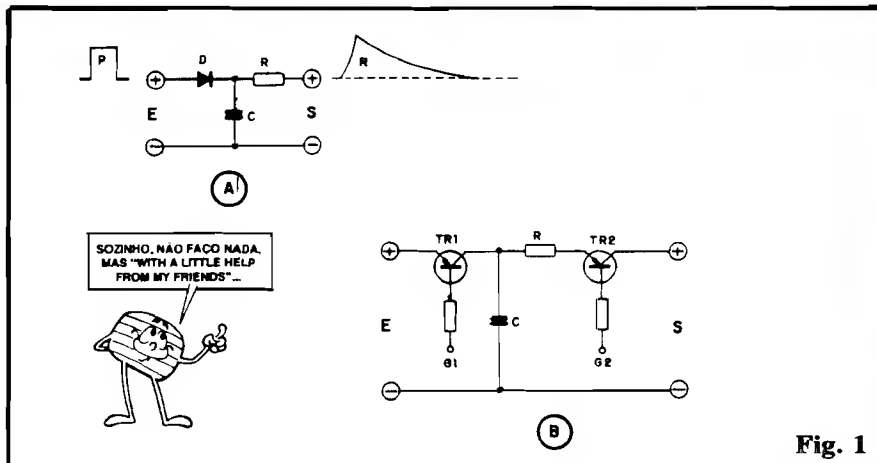

Fig. 1
ou passivos (diodos e cia.), anexados ao mais simples arranjo RC permitem uma série de "truques" práticos, extremamente utilizados nos mais diversos circuitos e aplicações. Veja, por exemplo, a fig. 1-A... Nela, o arranjo RC básico trabalha em conjunto com um simples DIODO (ver "Aula" do ABC nº 3...), este intercalado na linha de entrada (E), correspondente ao "caminho" de CARGA do capacitor C... Podemos, no caso, aplicar (através do DIODO), um pulso P com a suficiente TENSÃO, proveniente de fonte capaz de fornecer a necessária CORRENTE, de modo a promover a (praticamente) **imediata** CARGA do capacitor C. Uma vez estabelecida tal CARGA ("quase" instantânea, portanto...), o capacitor C **não pode** se descarregar via circuito de entrada E, em virtude do DIODO passar a "ver" uma polarização reversa... "Sobra" assim, ao capacitor C um único "caminho" para descarga: via resistor R, em direção ao circuito de aplicação ou Saída (S). Tudo se passa, então, como se o capacitor C estivesse ligado **unicamente** ao resistor R, e assim o tempo de descarga se desenvolverá pela rampa R, de duração **muito** maior do que a apreendida pelo brevíssimo pulso P de carga! Observe que o processo é totalmente automático, auto-gerido... Aplicamos um brevíssimo pulso P de carga (ou manualmente ou via um pré-bloco de controle eletrônico do módulo) e o "resto" é providenciado pelo próprio arranjo, que passa a efetuar a (relativamente) lenta descarga, em "rampa", na direção da Saída (S). Portanto, um **mesmo** arranjo RC possibilita CARGA RAPIDÍSSIMA e DESCARGA LENTA... Deu pra "sacar"...? Na prática da circuitagem eletrônica, contudo, a "coisa" não fica por aí... Observe agora a fig. 1-B, centrada num arranjo RC idêntico ao anteriormente visto, porém agora contendo transistores intercalados nos "caminhos" de CARGA (TR1) e DESCARGA (TR2) do capacitor. Considere (como foi feito no exemplo da fig. 1-A) a entrada E como o ponto de "apli-